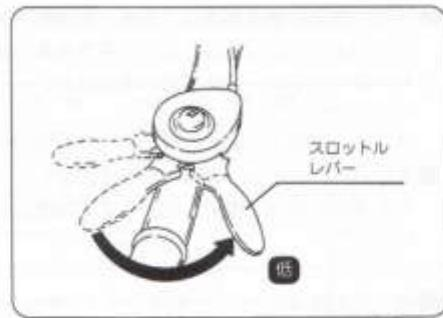

図26
- ①スロットルレバーを【低速】位置にもどし、停止スイッチを【OFF】位置にしてください。(図26・27)